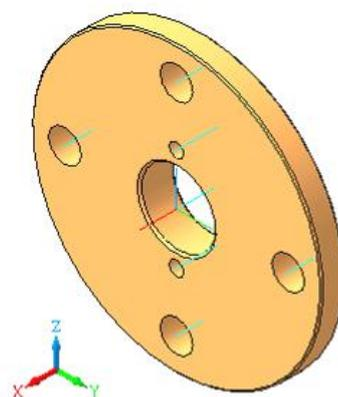

Рис. 3.66. Деталь «Крышка»
1.4.2. Построить крышку с применением операции **Вращения** (рис. 3.66).